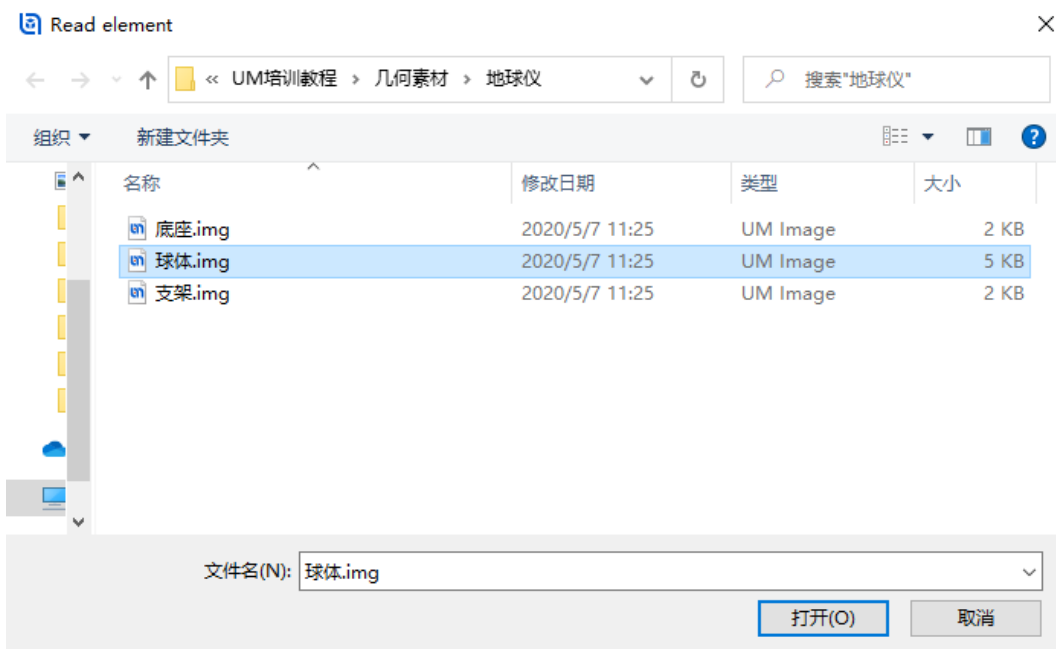

图 2-27
- 1) 选择主菜单 **Edit** → **Read from file**，定位到路径“**D:\UM 培训教程\几何素材地球仪**”，选中**球体.img**，点击按钮**打开**，如图 2-27。